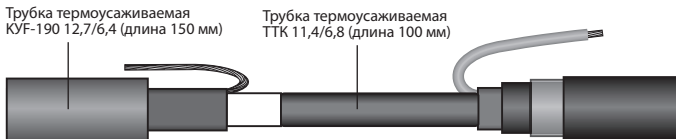

Рис. 16
7.6. Надвинуть термоусаживаемую трубку ТТК 11,4/6,8 (длина 100 мм) на полученное соединение и термоусадить ее воздушным термопистолетом при температуре +350 °С в течении 2 мин. (рис. 16)